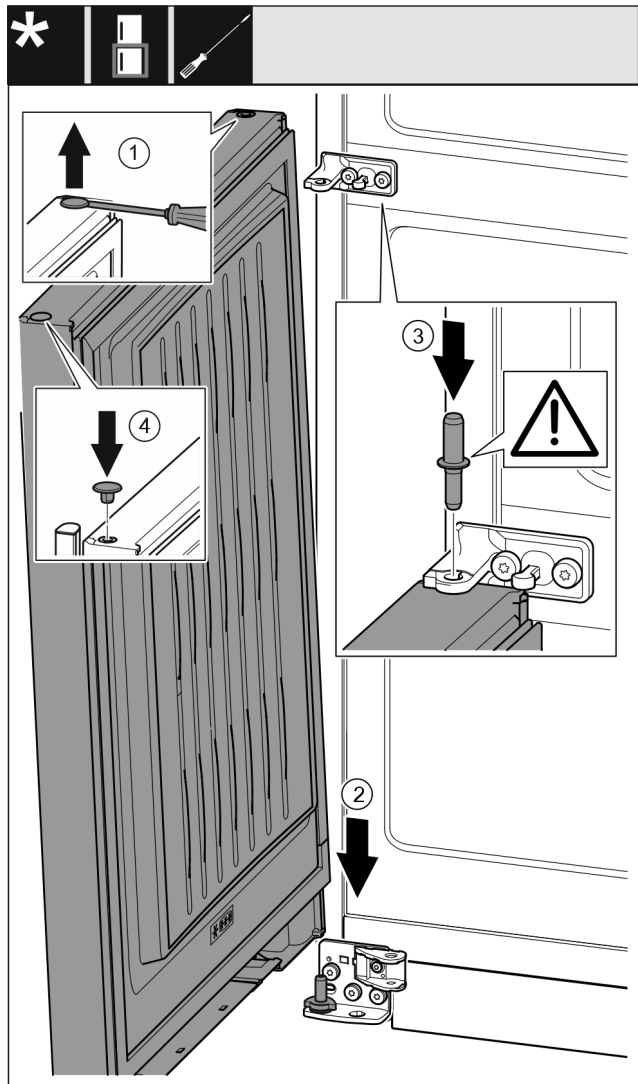

Fig. 52
- Soulever et retirer avec précaution les caches Fig. 52 (1) avec un tournevis plat.
- Placer la porte Fig. 52 (2) depuis le haut sur l'axe de palier inférieur.
- Insérer l'axe de palier central Fig. 52 (3) dans le support de palier central de la porte inférieure. Veiller à ce que l'ergot soit orienté vers l'arrière.
- Replacer les caches Fig. 52 (4) de l'autre côté de la porte.